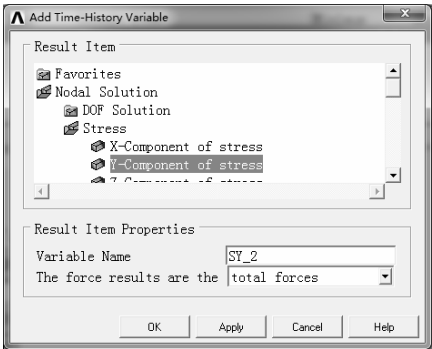

图 9-85 “Add Time-History Variable” 对话框
2) 单击  按钮，弹出 “Add Time-History Variable” 对话框，在 “Result Item” 列表框中依次选择 “Nodal Solution>Stress>Y-Component of stress”，如图 9-85 所示。